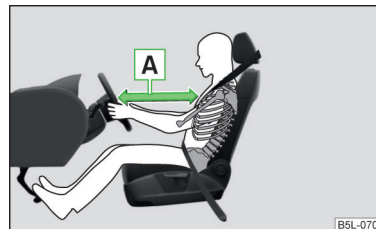

Рис. 9
- Для водія і переднього пасажирва важливо дотримуватись відстані не менше 25 см до кермового колеса або панелі приладів **» Рис. 9 - [A]**. У разі недотримання цієї відстані система подушок безпеки не захищає вас, а це небезпечно для життя! Крім цього, передні сидіння та підголовники повинні бути завжди правильно відрегульовані до розміру тіла.